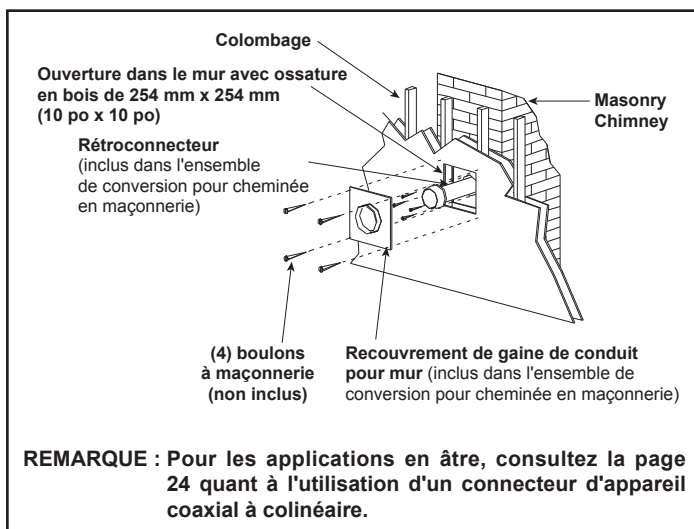
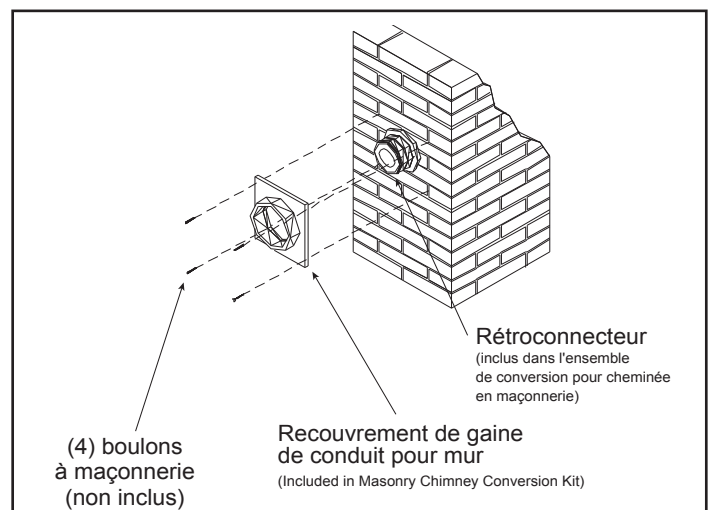

Figure 4.18
Figure 4.23
2. Une fois la position du centre déterminée, créez un orifice de diamètre 152 mm dans la maçonnerie. Si le trou est trop grand, le rétroconnecteur pourrait être installé incorrectement; si le trou est trop petit, l'appareil pourrait manquer d'air entrant. Si le mur en maçonnerie est recouvert d'un mur de bois, pratiquez-y une ouverture carrée de 254 mm (10 po) de côté (centrée sur l'orifice de 152 mm (6 po) dans le mur en maçonnerie). Si ce mur est seulement de panneaux de plâtre (sans charpente de bois), vous devrez quand même y pratiquer une ouverture de 254 mm (10 po), mais aucune charpente de bois ne doit y être installée. Si l'orifice est encadré de bois, une gaine de conduit pour mur est nécessaire. Cela permet d'installer le rétroconnecteur directement sur le mur de maçonnerie et d'obtenir les dégagements adéquats par rapport aux matériaux inflammables. Voir la Figure 4.18.
10. Glissez la gaine de conduit sur le rétroconnecteur et fixez-la en place avec des boulons de maçonnerie. Voir la Figure 4.23. Si un mur en bois doté d'une bâti recouvre la maçonnerie, utilisez des vis à bois pour fixer le couvercle de la gaine du conduit au mur, par-dessus le rétroconnecteur et dans l'ouverture carrée avec bâti de 254 mm (10 po). Consultez la figure 4.18. Si nécessaire, ajoutez une section directe de conduit d'évacuation au rétroconnecteur pour le prolonger et passer par l'ouverture du couvercle de la gaine de conduit.